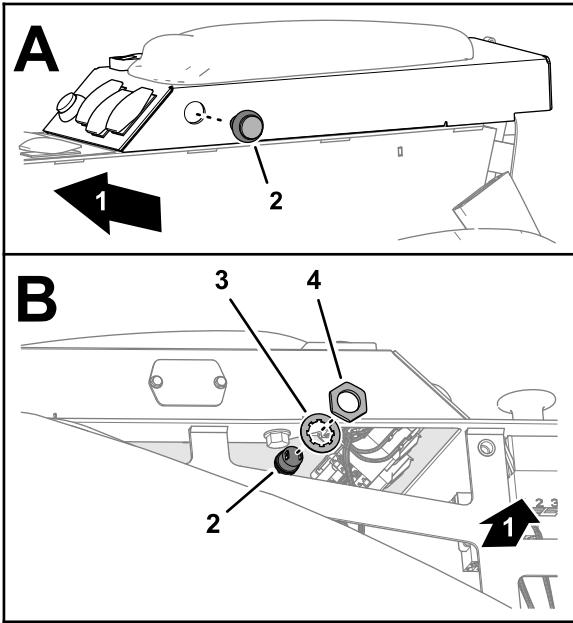

Figure 4
- Montez l'interrupteur instantanée dans le trou sur le panneau gauche de la console (Figure 4).
2. À l'intérieur de la console, fixez l'interrupteur sur le panneau (Figure 4) avec la rondelle ($\frac{5}{8}$ po) et l'écrou de blocage ($\frac{5}{8}$ po).